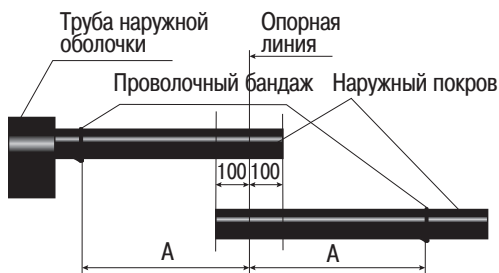

Рисунок 1
4.2 Установить соединяемые концы кабелей в приспособлении для монтажа соединительных муфт внахлест не менее 100 мм от опорной линии (рисунок 1), закрепить их.
4.5 На п/э рукав надеть трубу наружной оболочки (рисунок 1)..